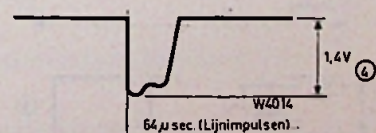

Fig. 7.
sis- en collectorsignalen van Tr. 2 ziet men resp. in fig. 6. — ③ en fig. 7 — ④ met de bijbehorende amplitude-waarden.